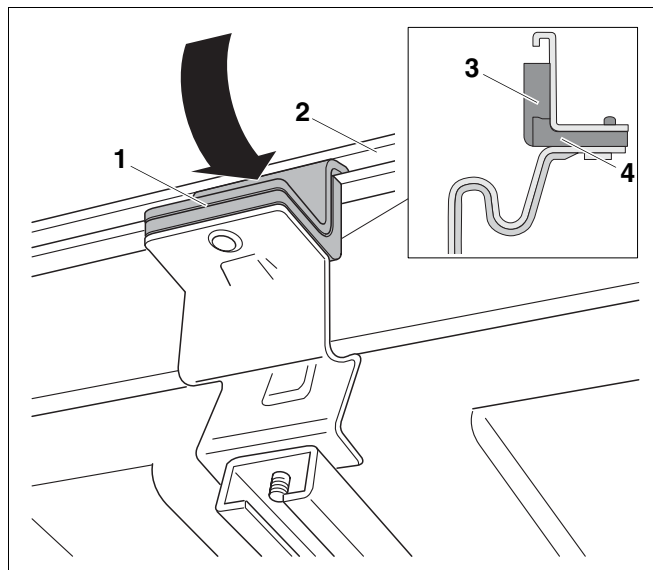

Fig. 8 Encaixar os grampos do colector
Existe um suporte distanciador de duas peças (fig. 8, **item 3 e 4**) fixado ao grampo do colector para apoiar a moldura.
Nos colectores com ligações para terminal de mangueira (suporte de colector baixo), a parte superior (fig. 8, **item 3**) do suporte distanciador deve estar montada.
Nos colectores com ligações aparafusadas (suporte alto) a parte superior (fig. 8, **item 3**) do suporte distanciador deve ser retirada antes da montagem.
- Incline ligeiramente o suporte distanciador para a frente e coloque os grampos do colector (fig. 8, **item 1**) na ranhura da moldura do colector (fig. 8, **item 2**).